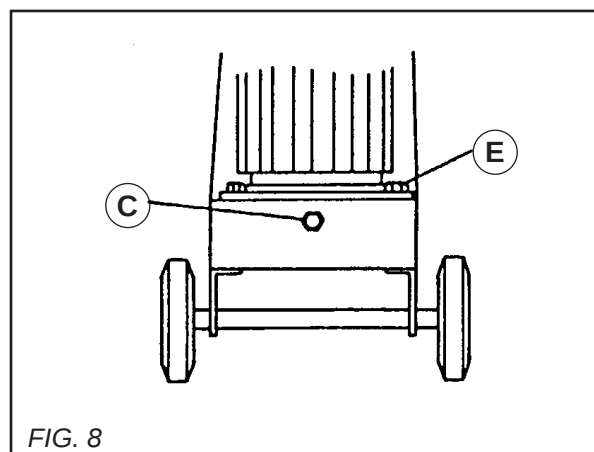

FIG. 8
Para substituir a correia ou esticá-la, basta desbloquear as cavilhas (E) de fixação do motor no chassi e rodar o parafuso de tensão (C) para a direita se quisermos esticar, para a esquerda se quisermos folgar (VER FIG. 8). (Controlo da tensão por tampa debaixo do chassi com a máquina desligada).